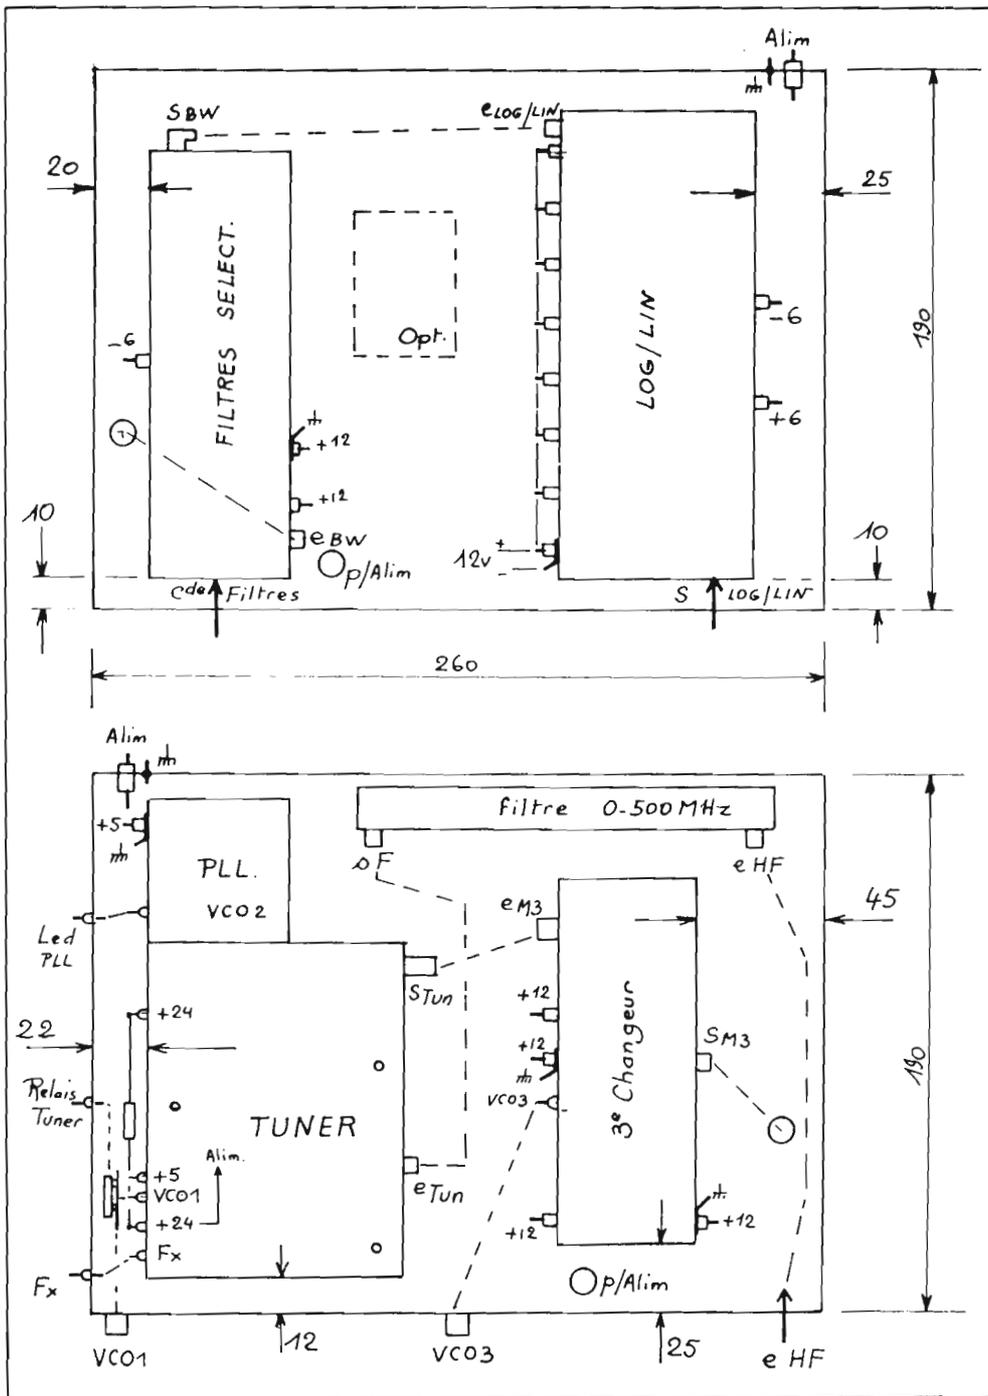

Fig. 7. - Organisation du boîtier HF.
- **La cloison.** Elle crée deux étages dans le boîtier et permet le montage des modules, dessus et dessous. C'est une simple plaque d'alu de 10 à 15/10. Elle est fixée sur la ceinture à l'aide de 8 petites équerres de fer-blanc, soudées sur les parois, de manière à amener la séparation juste à mi-hauteur du boîtier. Fixation de la cloison par boulons de 2,5 à 3 mm. Faire un assemblage d'essai. Présenter les modules LOG/LIN et filtres, selon la figure 7, pour déterminer l'emplacement des découpes rectangulaires de passage des cordons plats et de leurs connecteurs. Démontez et découpez. Percer aussi les trous des Cinch VCO1 et VCO3, du passage du coaxial HF et de son connecteur, des traversées isolantes Fx, R/Tun et Led, des filtres EO16 des cinq entrées d'alimentation. Souder les cinq cosses de masse, trois sur la paroi latérale et deux à côté des EO16. Emplacements à déterminer en observant les figures.